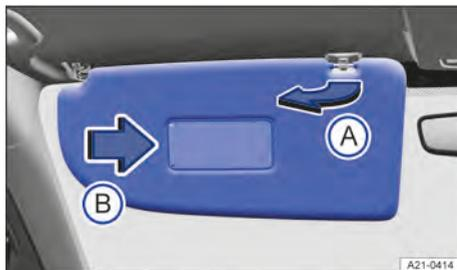

Fig. 83 No revestimento do teto dianteiro: para-sol.
2. Retirar do suporte e virar na direção das portas → Fig. 83 Ⓐ.
1. Empurrar a cobertura no sentido da seta → Fig. 83 Ⓑ.